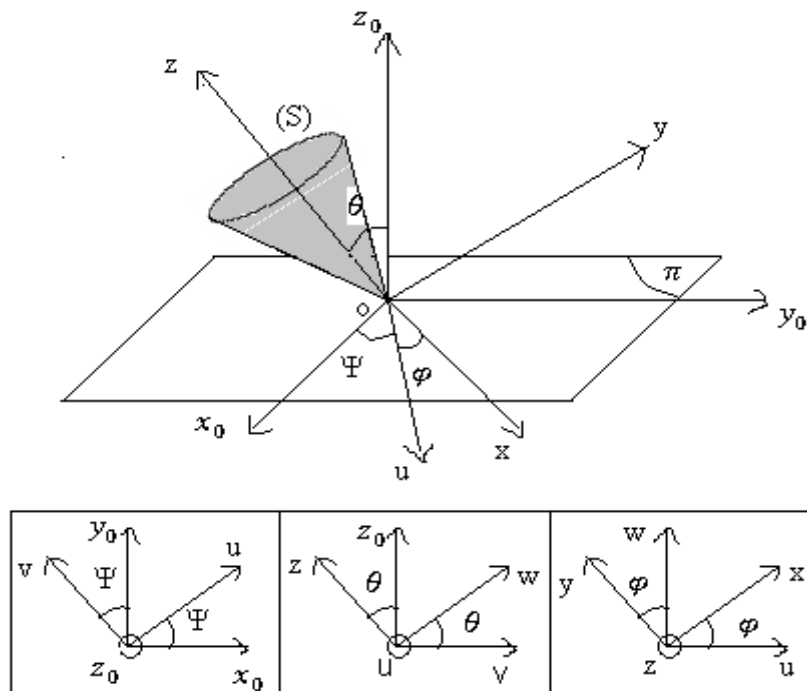

Figure V.3
**Exercice 01.** On considère un cône (S) d'axe de système de révolution (OZ) dont le point O reste immobile sur le plan ( $\pi$ ), Figure V.3. tel que  $R_0(O, \vec{x}_0, \vec{y}_0, \vec{z}_0)$  lié au plan ( $\pi$ ), et  $R(O, \vec{x}, \vec{y}, \vec{z})$  lié au solide (S).
La position de la base de (R) par rapport à ( $R_0$ ) est définie par les angles d'Euler ( $\Psi, \theta, \varphi$ ). Comme le montre la Figure V.3.
- 1- Montrer que la matrice d'inertie du solide (S) au point O est sous la forme :